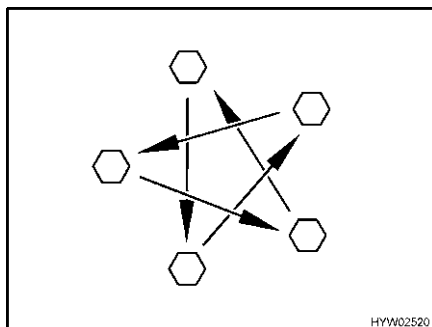

Fig. 207 Serrer en croix les écrous ou les boulons de roue
- Vérifier régulièrement le serrage des écrous ou des boulons de roues. Reserrer alternativement et en croix (Fig. 207) tous les écrous ou les boulons de roue 50 km après le changement d'une roue.
- ▷ Serrer en croix les écrous ou les boulons de roue (Fig. 207).